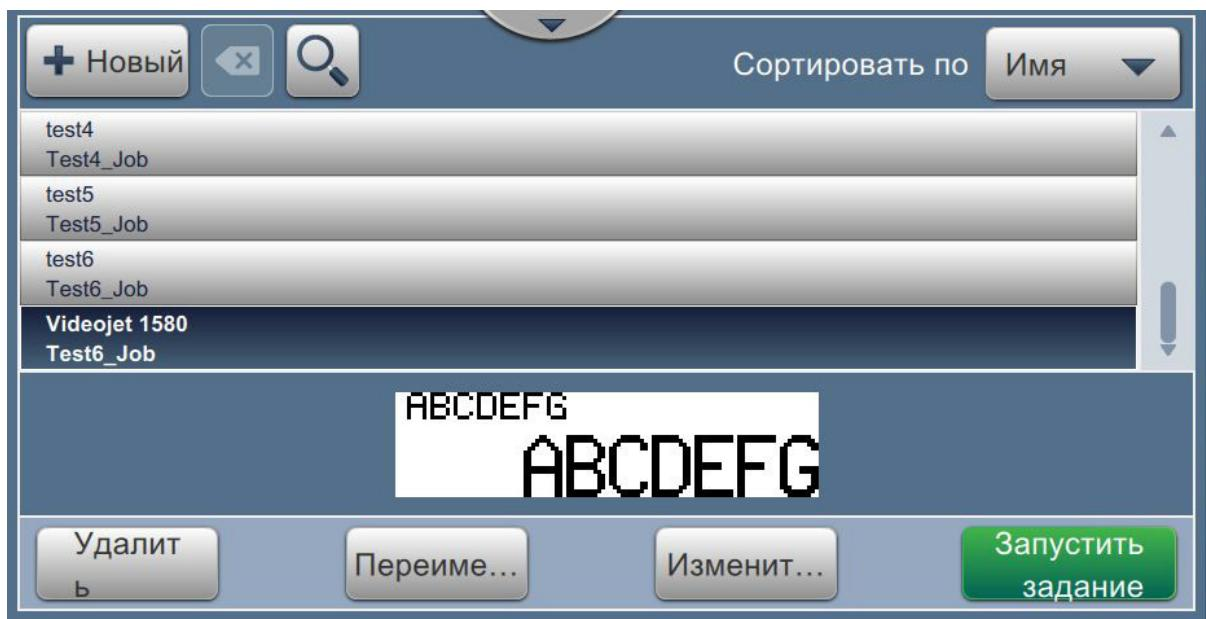

Рис. 5-22: Список заданий
32. Задание «Videojet 1580» будет добавлено в список заданий, как показано на Рис. 5-22.